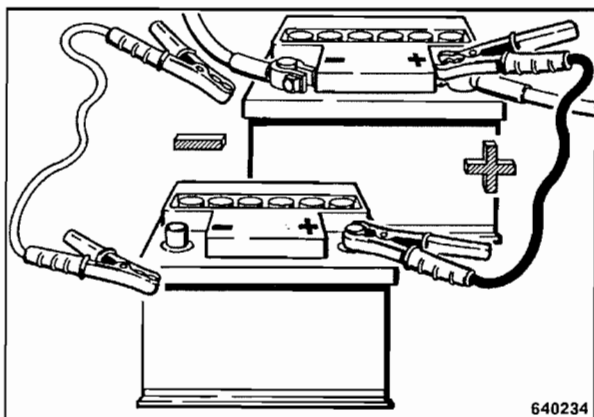

Fig. 47
- Para el arranque con una batería auxiliar primero se deben unir los dos polos positivos (Fig. 47) y a continuación los dos polos negativos (cable de masa).